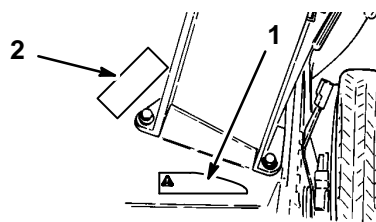

Figure 5
- Coller les décalcomanies dans la zone indiquée à la figure 5. **Ne pas placer les décalcomanies sur l'étiquette de numéros de modèle et de série.**